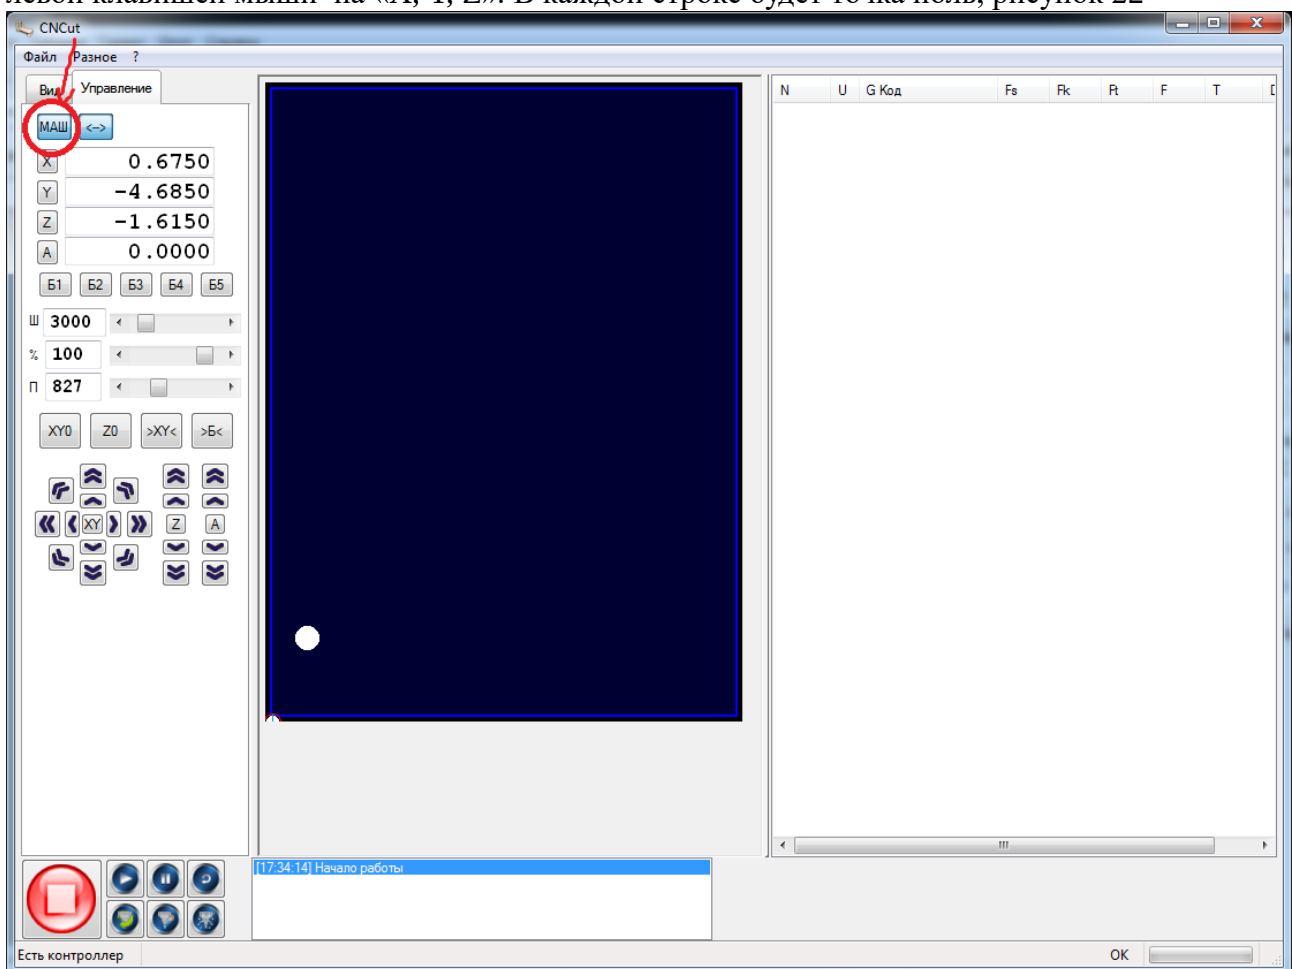

Рисунок 22. Установка ноля в ручную.
2) Второй способ. Установка «0» вручную. Нажмите машинные координаты. Щелкните левой клавишей мыши на «X, Y, Z». В каждой строке будет точка ноль, рисунок 22